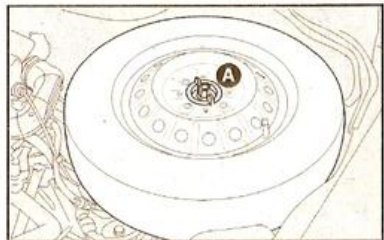

fig. 2
2. SAQUE LA RUEDA DE REPUESTO fig. 2
La rueda de repuesto está ubicada en el cofre del motor. Abra el capó, quite el dispositivo de bloqueo A-fig. 2 y saque la rueda de repuesto.